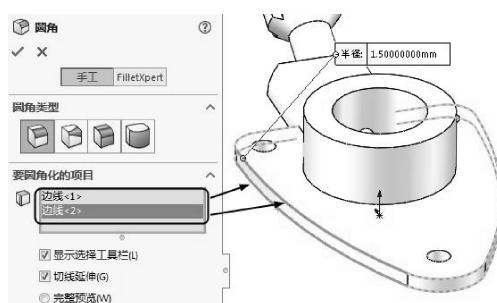

图 3-120 选取要圆角的边
- 单击【恒定大小圆角】按钮。按住【Ctrl】键选取拉伸特征 2 的上下两条模型边作为圆角项目，如图 3-120 所示。